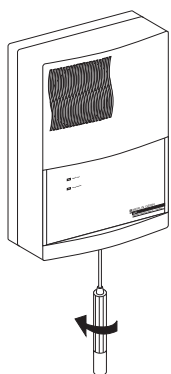

fig. 1
- retirez la vis de blocage du capot (figure 1)
- faites pivoter un tournevis dans l'encoche située près de la vis de blocage (figure 1)